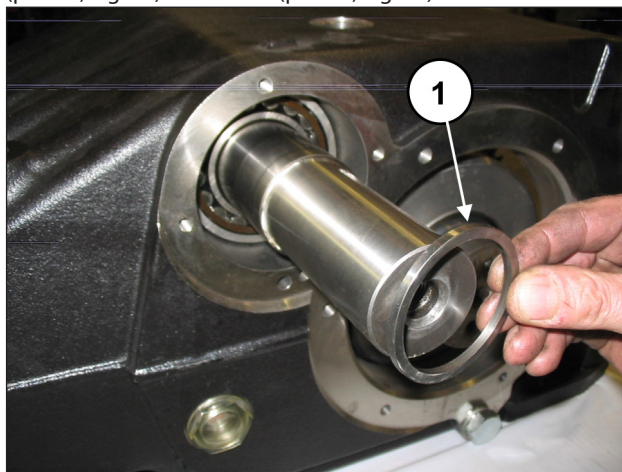
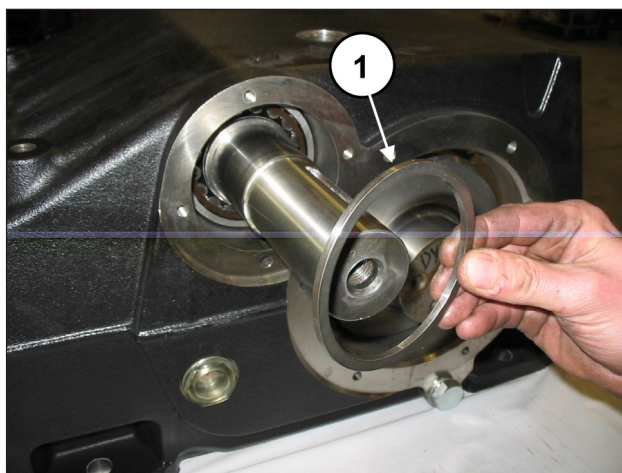

Fig. 59
Fig. 60
Da entrambi i lati inserire i distanziali cuscinetto interno (pos. ①, Fig. 59) ed esterno (pos. ①, Fig. 60).